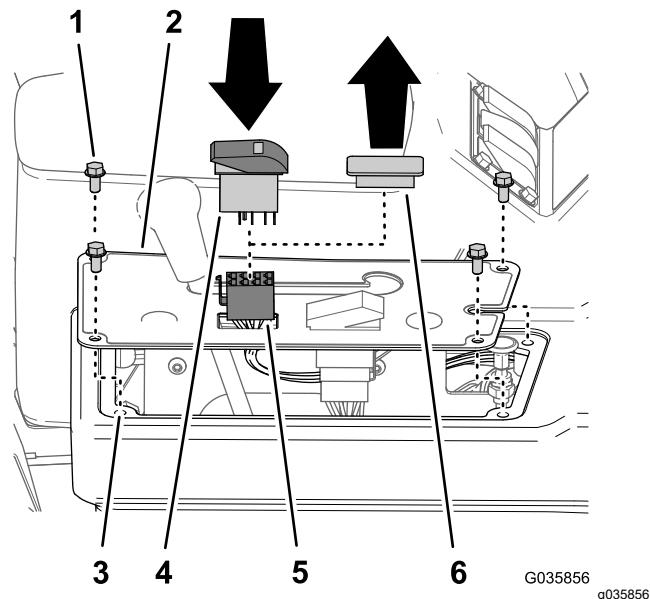

Figure 34
1. S'ils sont présents, retirez les 4 boulons à embase ($\frac{1}{4}$ " x $\frac{1}{2}$ ") qui fixent le panneau de protection au sommet de la console, comme montré à la Figure 34.
2. Retirez le cache à l'emplacement de l'interrupteur dans le panneau de protection de la console (Figure 34).
par l'ouverture dans le panneau de protection (Figure 34).
- Branchez le connecteur à 8 douilles du faisceau du kit de finition pour rampes soniques étiqueté SONIC MODE MANUAL vs. AUTO sur l'interrupteur à bascule (Figure 34).
- Insérez l'interrupteur à bascule dans l'ouverture de la planche de bord jusqu'à ce qu'il s'enclenche solidement en place (Figure 34).
- Alignez les trous dans le panneau de protection et les trous au sommet de la console (Figure 34).
- Fixez le panneau à la console à l'aide des boulons (Figure 34) que vous avez retirés à l'opération 1.